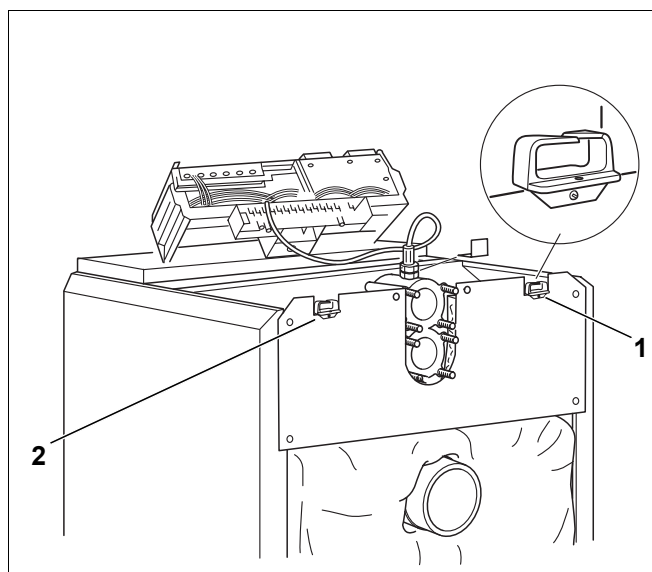

Bild 46 Elektrischer Anschluss
- Kabeldurchführung (Bild 46, **Pos. 1 u. 2**) links oder rechts an die Kesselnrückwand anschrauben.